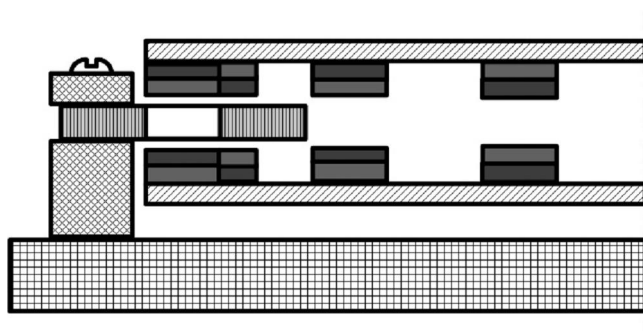

Рис.9
4. При отсутствии провода нужного диаметра можно намотать плотные бескаркасные катушки проводом любого диаметра, но не менее 0.5 мм, по описанной выше технологии. Наружный диаметр экспериментальных катушек рекомендую задать на 20 мм больше диаметра магнита, внутренний диаметр равен диаметру магнита, толщина одной катушки 10 мм и двух других – по 5 мм. Крепление катушек, состоящее из двух деревянных реек длиной 100 мм, показано на **рис.9**. При увеличении магнитного зазора добавляют сверху одну катушку, затем – вторую. Катушки при этом соединяют последовательно так, чтобы направления токов в них совпадало.